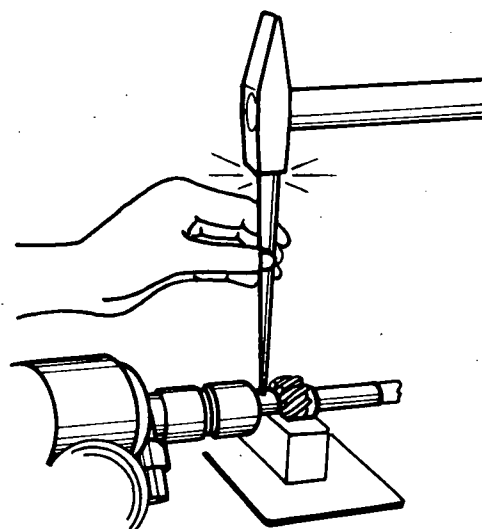

Fig. 1
- a Remova o pino do pinhão do distribuidor e retire-o (fig. 1).